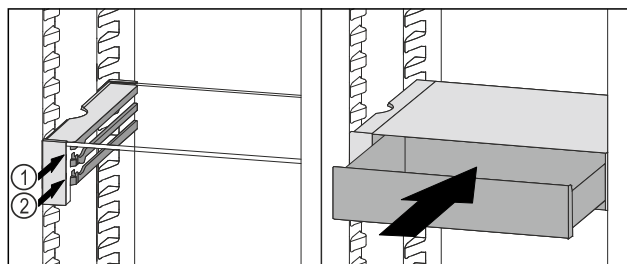

Fig. 196
- Uzlieciet VarioSafe atvilktni aiz aizmugurējās ribas Fig. 196 (1) vai Fig. 196 (2).